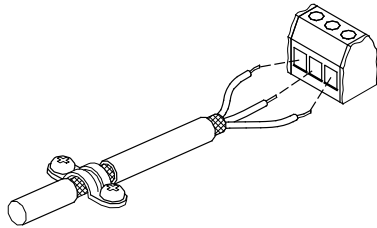

Рис. 11 Зачищенный кабель с экраном и проводным соединением
- Экранирование кабелей должно выполняться подключением обоих концов кабельной оболочки на массу насоса. Экраны должны быть расположены максимально близко к клеммам. См. рис. 11.